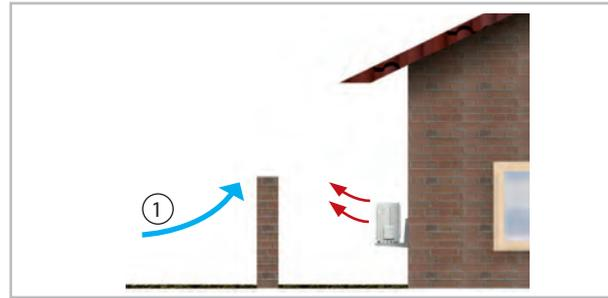
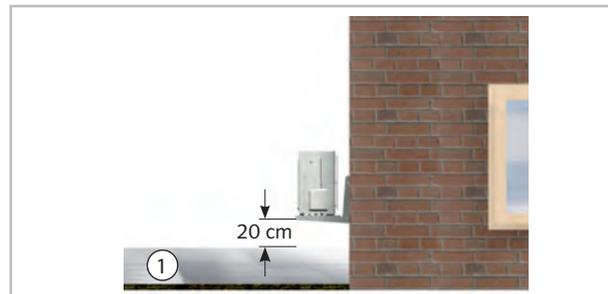

Abb. 52: Schutz vor Wind
Abb. 53: Schutz vor Schnee
- Wird das Außenmodul in einer Gegend mit starkem Wind aufgestellt, muss das Gerät vor dem Wind geschützt werden und es wird ein zusätzliches Stabilisieren empfohlen. Das kann z.B. mit Drahtseilen oder anderen Konstruktionen realisiert werden (Abb. 52). Bei der Montage sind Schneegrenzen zu beachten (Abb. 53).
- Beachten Sie bei der Aufstellung die zu erwartende Schneehöhe und eine Erhöhung um ca. 20 cm, damit ganzjährig ein freies Ansaugen und Ausblasen der Außenluft gewährleistet werden kann (Abb. 53).